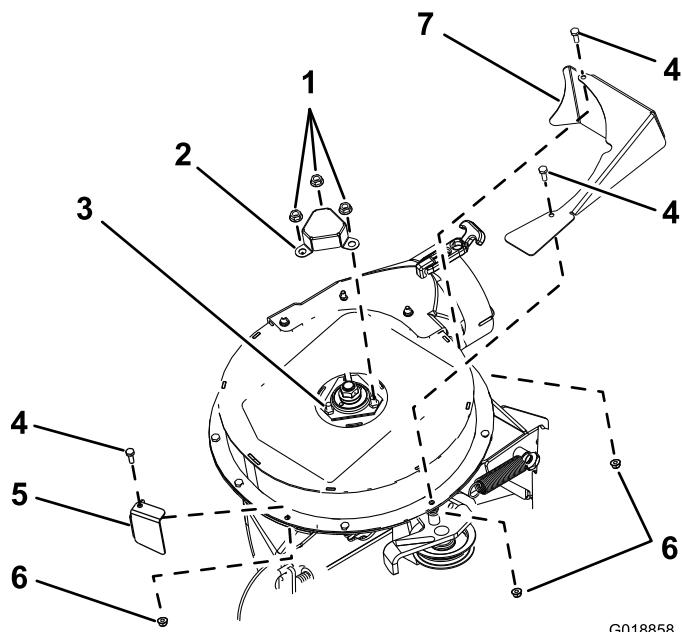

Figura 8
1. Allineate la protezione dell'albero ai 3 bulloni e ai 3 dadi che fissano l'alloggiamento del cuscinetto superiore (Figura 8).
2. Allineate la protezione dell'albero al soffiatore con i 3 dadi scanalati rimossi alla fase 1 di Rimozione della copertura dell'albero e della bulloneria \(pagina 4\); fate riferimento a (Figura 8).
1. Allineate la protezione anteriore all'alloggiamento del soffiatore superiore (Figura 8).
2. Fissate la protezione anteriore all'alloggiamento del soffiatore superiore con un bullone a testa tonda (1/4 x 3/4 poll.) e un dado a testa esagonale (1/4 poll.,) rimossi alla fase 3 di Rimozione della copertura dell'albero e della bulloneria \(pagina 4\); fate riferimento a Figura 8.
3. Allineate la protezione del tensionatore all'alloggiamento del soffiatore superiore (Figura 8).
4. Fissate la protezione del tensionatore all'alloggiamento del soffiatore superiore con 2 bulloni a testa esagonale (1/4 x 3/4 poll.) e 2 dadi di bloccaggio (1/4 poll.,) rimossi alla fase 3 di Rimozione della copertura dell'albero e della bulloneria \(pagina 4\); fate riferimento a Figura 8.